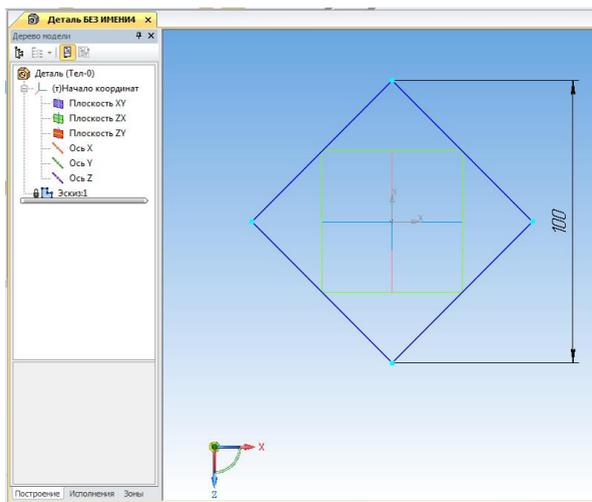

Рис. 3.
3. Создаем эскиз нижнего основания пирамиды (первое сечение) в плоскости XZ - прямоугольник, вписанный в окружность диаметром 100 мм (рис.3).